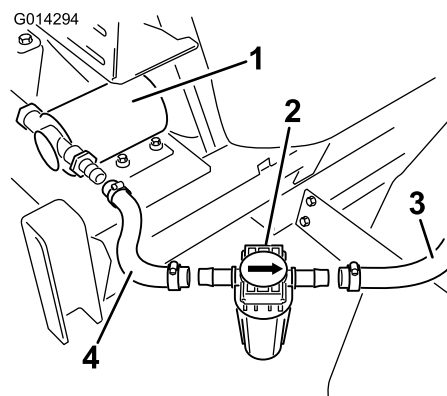

图23
- 将过滤器并排安装在泵软管与冲洗喷嘴软管中间 (图23)。